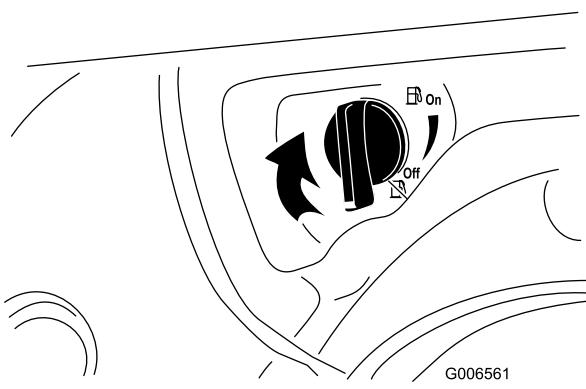

Рисунок 27
- Закройте отсечной топливный кран, повернув его по часовой стрелке (Рисунок 27).